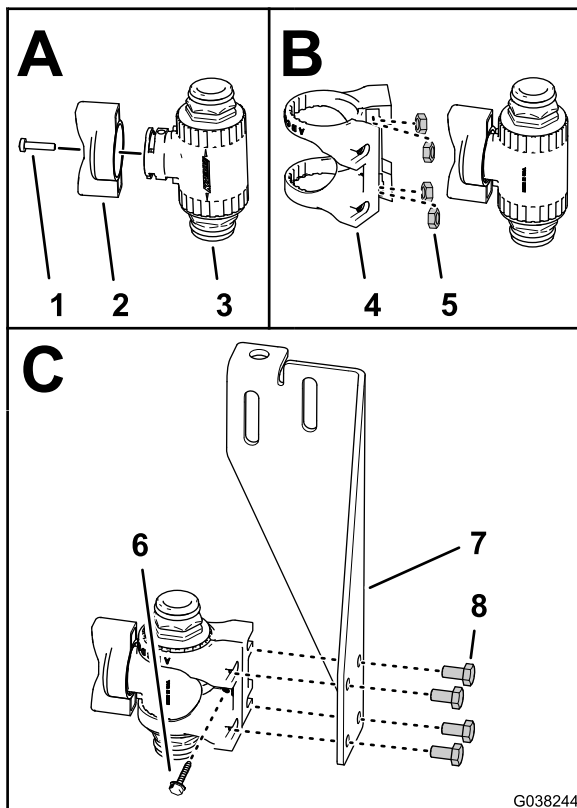

Figura 58
1. Monte la maneta en la válvula de control de agitación (Figura 58) con el tornillo (6"-32 x 5/8").
- Si la válvula no está montada, inserte las 4 tuercas de acero inoxidable en las ranuras de la pletina de montaje de nylon de la válvula de control de la agitación (Figura 58).
- Monte la válvula de control de agitación en la pletina de montaje de la válvula de control, según se muestra en Figura 58.
- Sujete la pletina de montaje de la válvula de control a la válvula de control de agitación con el tornillo (6"-32 x 5/8"), según se muestra en Figura 58.
- Conecte la válvula de control y la pletina de montaje al soporte de la válvula de agitación (Figura 58) con los 4 pernos (6 mm x 12 mm).